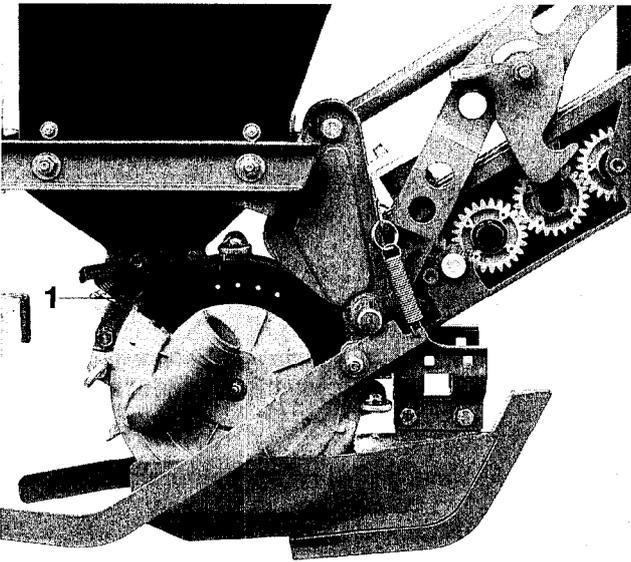
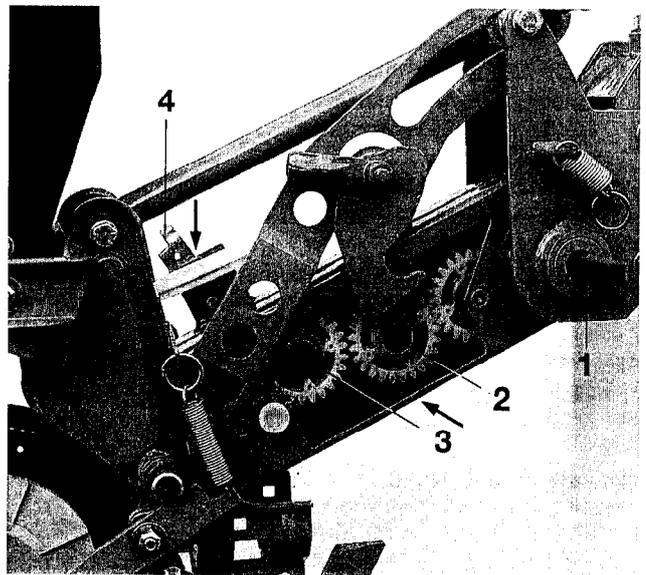
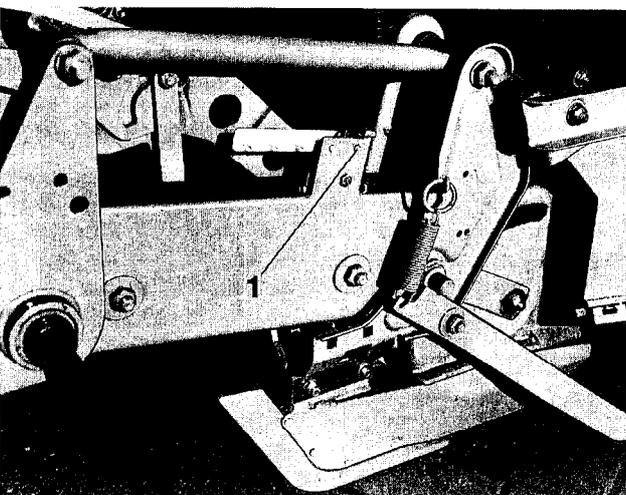
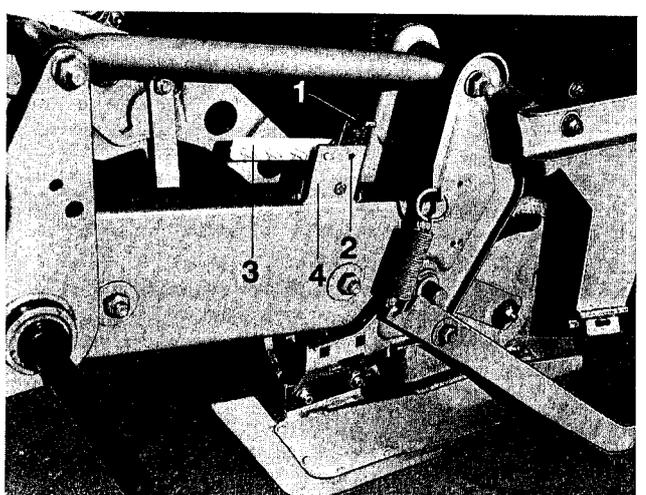

Fig. 47
Fig. 48
Fig. 49
Fig. 50
Bei Überlast, z. B. durch Verklemmen der Vereinzelungsscheibe (Fig. 47/1), hervorgerufen durch Fremdkörper im Saatgut, schert der Scherstift (Fig. 49/1) ab. Hierdurch wird die Kraftübertragung vom Zentralantrieb (Fig. 48/1) auf die Vereinzelungsscheibe unterbrochen. Hierbei werden miteinander in Wirkverbindung stehende Zahnräder (Fig. 48/2 und 48/3) durch Verschwenken des auf der federbelasteten Schwinge drehbar gelagerten Zahnrades (Fig. 48/3) voneinander getrennt. Das vom Scherstift positionierte und die Schwinge nach unten drückende Halteblech (Fig. 48/4 bzw. 50/1) steht nun hoch. Diese Antriebsunterbrechung wird wie folgt aufgehoben:
- In dem Loch (Fig. 50/2) evtl. verbliebene Scherstiftreste entfernen.
- Scherstiftträger (Fig. 50/3) aus Halteblech (Fig. 50/4) lösen und neuen Scherstift einsetzen, so daß das Halteblech wieder in Position (Fig. 49) gehalten wird.